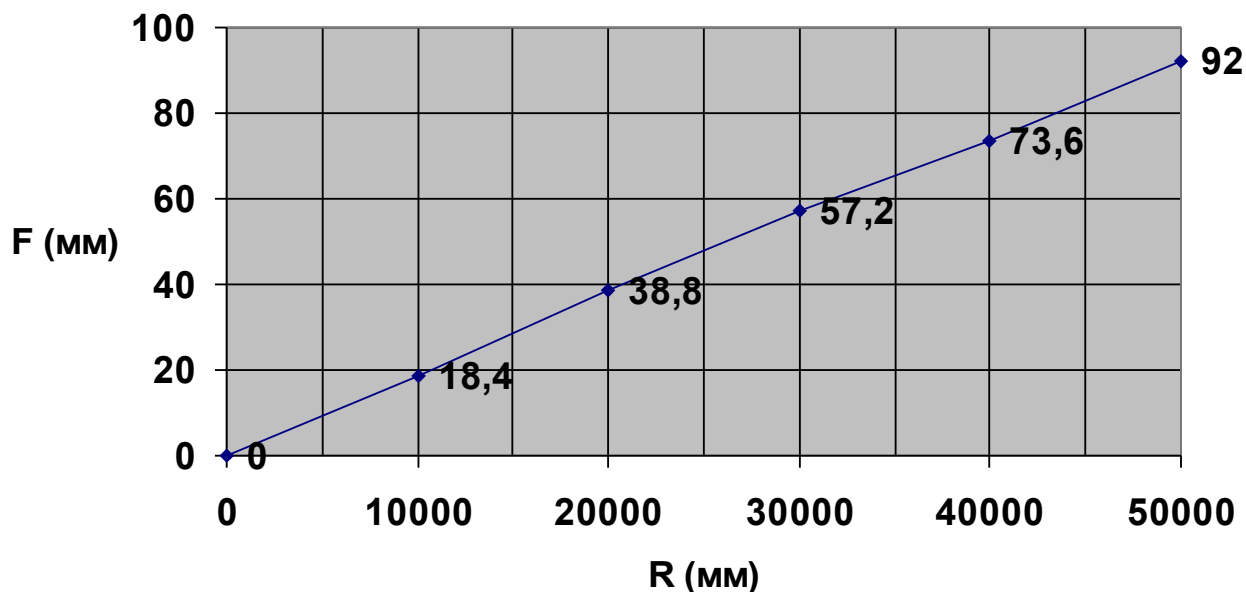

Рис.1.3. «Фокусное расстояние для поля зрения по горизонтали 2600 мм в зависимости от расстояния камеры от номера».
8. Приведение к необходимым размерам достигается изменением фокусного расстояния объектива  $F$  или расстояния от камеры до номера  $R$ . Фокусное расстояние для необходимого среднего поля зрения (2600 мм) и соответствующее расстояние находится по графику (рис. 1.3).